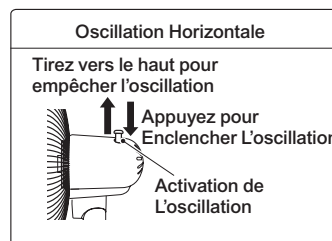

Fig. 8
• **OSCILLATION HORIZONTALE (voir la figure 8)**